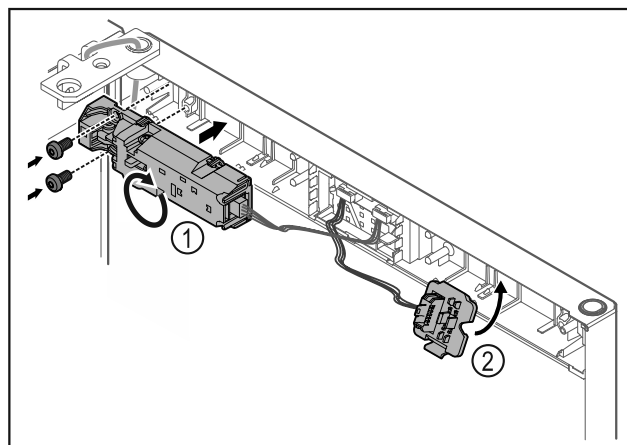

Fig. 23
- Tourner la serrure électrique Fig. 23 (1) à 180° et la placer de l'autre côté.
- Accrocher le support de connecteur Fig. 23 (2) de l'autre côté.